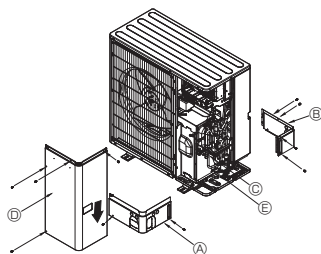

Fig. 5-3
5.3. Тръби за хладилен агент (Fig. 5-3)